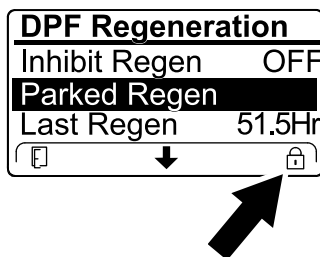

Figure 60
- Si le calculateur moteur demande une régénération d'urgence ou est en train d'en exécuter une, et que vous naviguez jusqu'à l'option PARKED REGEN, la régénération en stationnement se bloque et l'icône de blocage (Figure 60) apparaît en bas à droite de l'InfoCenter.